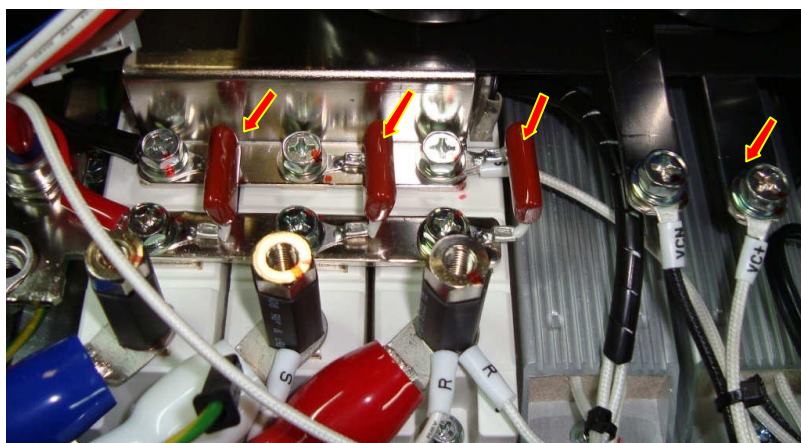

Рис. 6.16
6.10.4. Выкрутить 5 винтов (рис. 6.16, красные стрелки) и положить их в тару. Снять наконечники проводов и конденсаторов. Положить винты в тару.